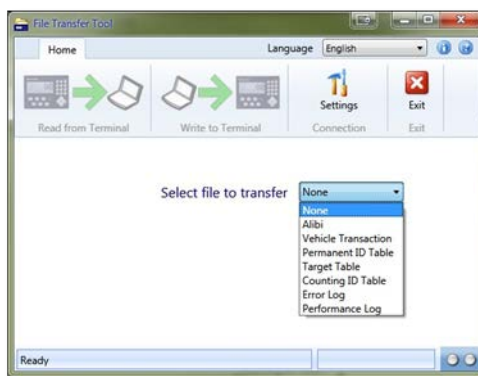

Figura 3-1: Finestra di dialogo Selezione file
1. Nella scheda Home dello strumento di trasferimento file IND246, utilizzare la finestra di dialogo Selezione file per selezionare il file da leggere sul terminale, come mostrato in Figura 3-1.